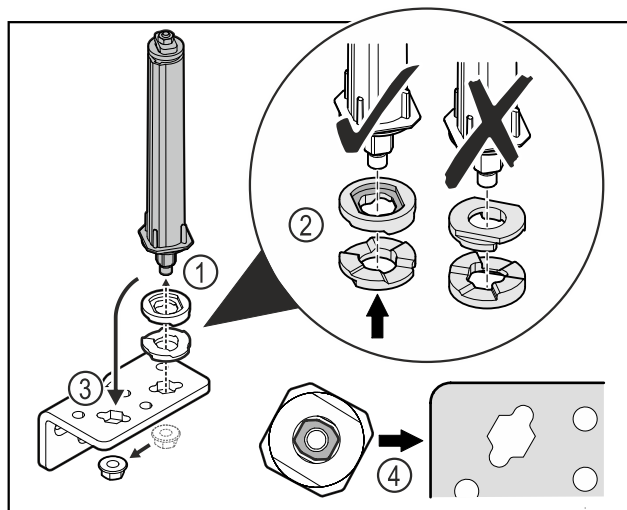

Fig. 37
- ▶ Otpustite maticu i skinite sustav zatvaranja vrata Fig. 37 (1).
- ▶ Pazite na ispravno poravnanje pločica za namještanje visine Fig. 37 (2).
- ▶ Premjestite sustav zatvaranja vrata u kutnim šarkama i pričvrstite ga maticom Fig. 37 (3).
- ▶ Pri umetanju pazite na ispravno poravnanje sustava zatvaranja vrata Fig. 37 (4).